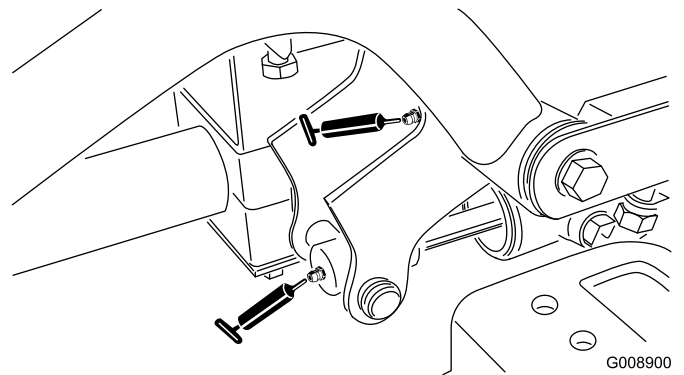

Figura 35
- Perno del braccio di sollevamento destro anteriore e cilindro di sollevamento (2) (Figura 35)